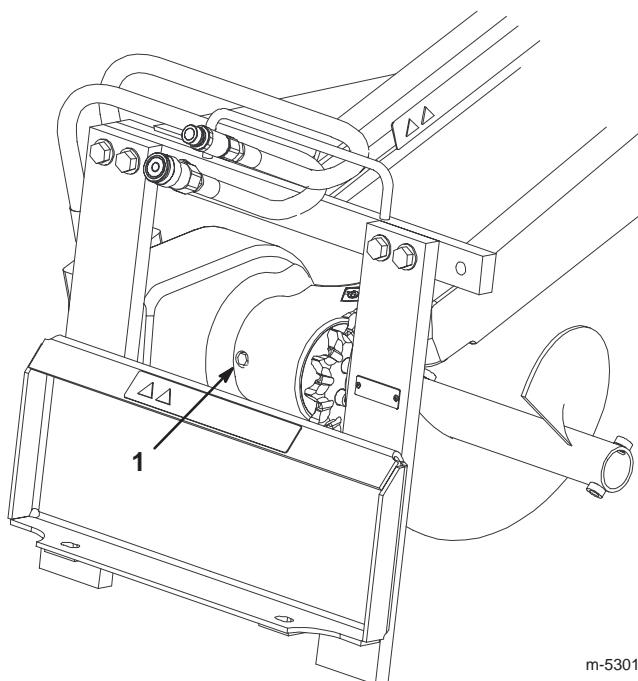

Bild 7
1. Reinigen Sie den Bereich um die Ölfüllschraube am Lagergehäuse (Bild 7).
2. Entfernen Sie die Verschluss schraube aus der Ölfüllöffnung am Lagergehäuse (Bild 7).
1. Reinigen Sie den Bereich um die Ölfüllschraube am Getriebe (Bild 7).
2. Entfernen Sie die Verschlusschraube aus der Ölfüllöffnung am Getriebe (Bild 7).
2. Entfernen Sie die Verschlusschraube aus der Ölfüllöffnung am Lagergehäuse (Bild 7).